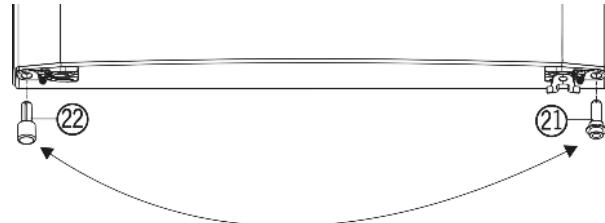

Fig. 4
- Извлеките из двери распорную деталь Fig. 4 (22) внизу слева.
- ▶ Вставьте распорную деталь Fig. 4 (22) в дверь справа внизу.